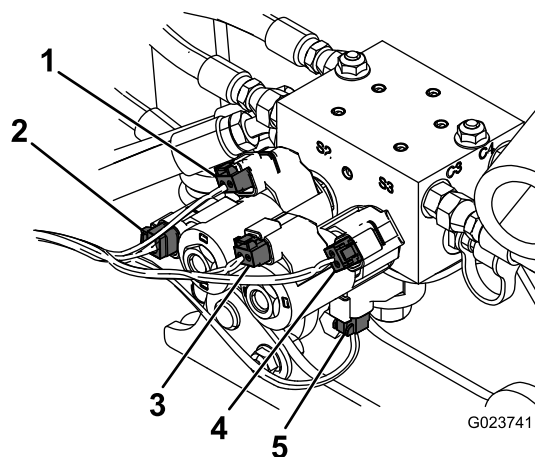

Figura 21
5. Collegate il cablaggio preassemblato alla centralina idraulica come mostrato in Figura 21.